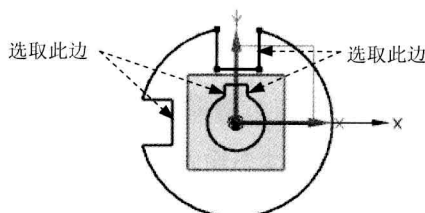

图 2.13.6 添加约束(二)
Step 2 参照上述步骤选取图 2.13.6 所示的四条边线添加竖直约束。